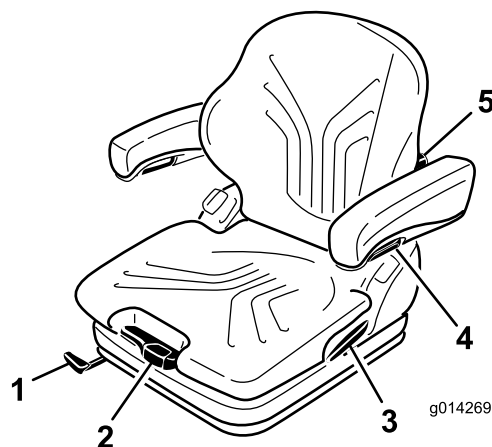

Рисунок 13
Регулировка сиденья по весу оператора осуществляется вытягиванием или нажатием рычага регулировки по весу (Рисунок 13).
1. Поднимите рычаг, чтобы разблокировать сиденье (Рисунок 13).
Поворачивая ручку регулировки вверх, можно изменять изгиб подушки верхней части спинки. Поворачивая ручку регулировки вниз, можно изменять изгиб подушки нижней части спинки (Рисунок 13).
Для регулировки высоты подлокотников отделите от крышки круглый колпачок (Рисунок 13), ослабьте шестигранную гайку (13 мм) под крышкой, отрегулируйте положение подлокотников и затяните гайку. Поместите колпачок на место.
Для изменения угла наклона подлокотника поворачивайте ручку регулировки (Рисунок 13).
Поднимите вверх блокировочный рычаг для высвобождения фиксатора спинки (Рисунок 13). При высвобождении фиксатора спинки не нажимайте на нее.